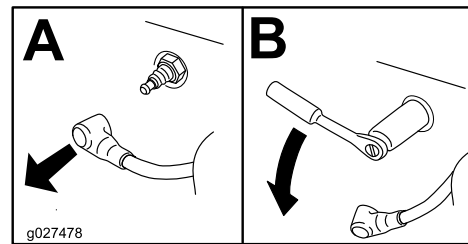

Figure 39
- Déposez la bougie, comme montré à la Figure 39.